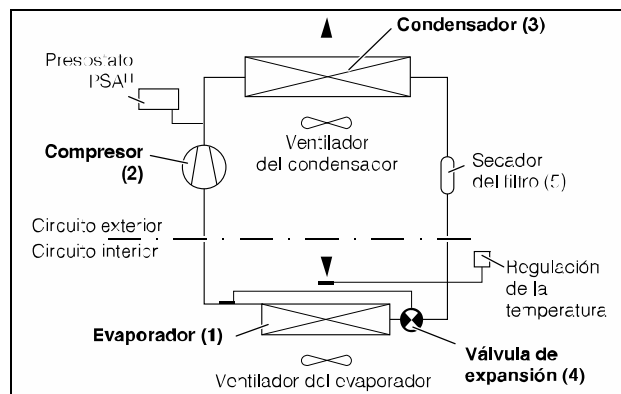

Imagen 2: Circuito de refrigeración
El refrigerador (instalación frigorífica de compresión) consta de cuatro componentes básicos (ver imagen 2): Evaporador (1), compresor del medio refrigerante (2), condensador (3), así como válvula de regulación o de expansión (4), unidos entre sí por medio de tuberías. Este circuito contiene un agente ligeramente hirviente, el fluido frigorífico. El medio refrigerante R134a (CH_2FCF_3) está exento de cloro. Su capacidad de destrucción del ozono (CZP) es igual a 0 y por lo tanto protege el medio